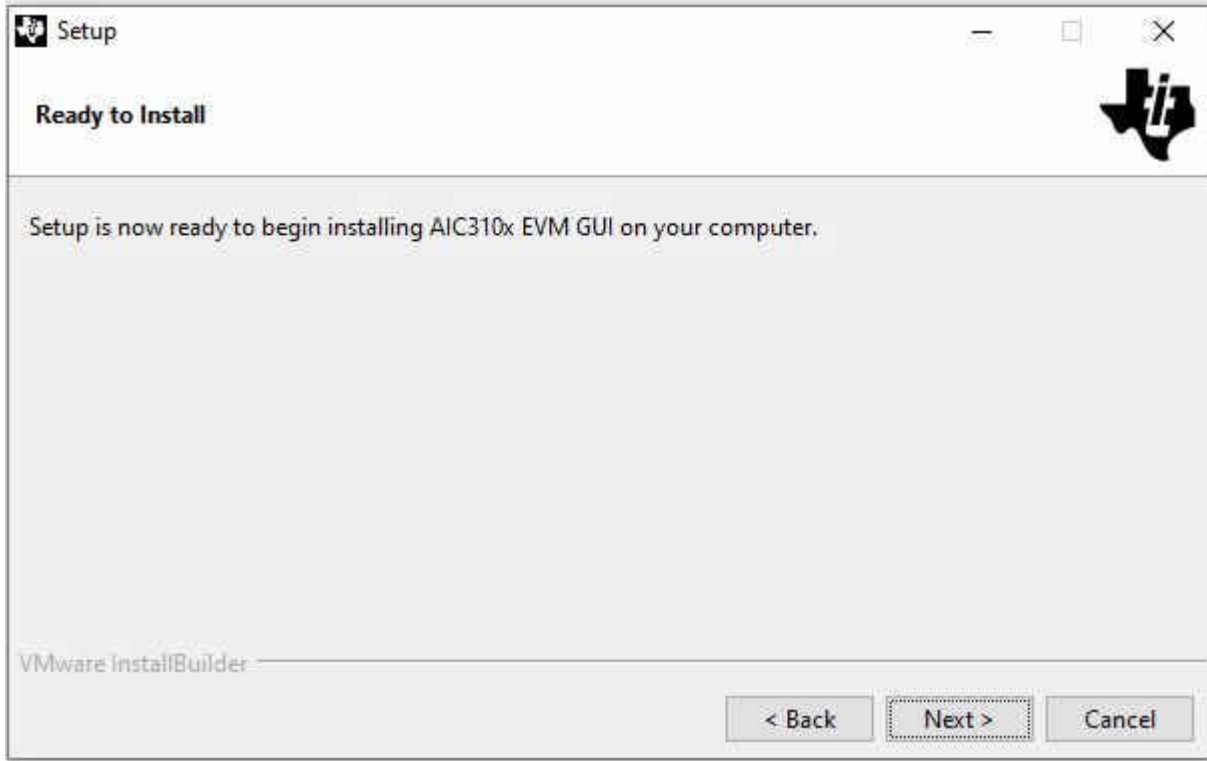

图 1-2. 已准备好安装
5. 安装程序现已准备好开始安装。这时应该会出现类似图 1-2 的窗口。点击“Next”继续。